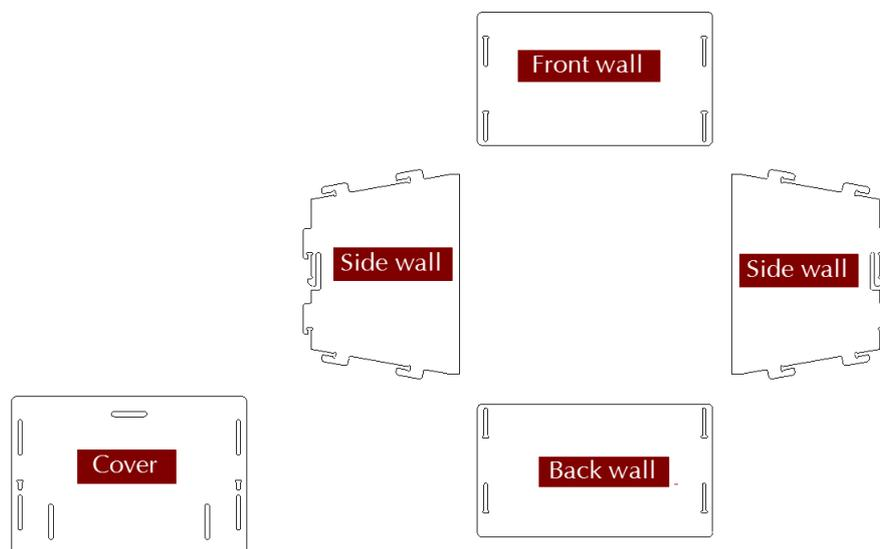
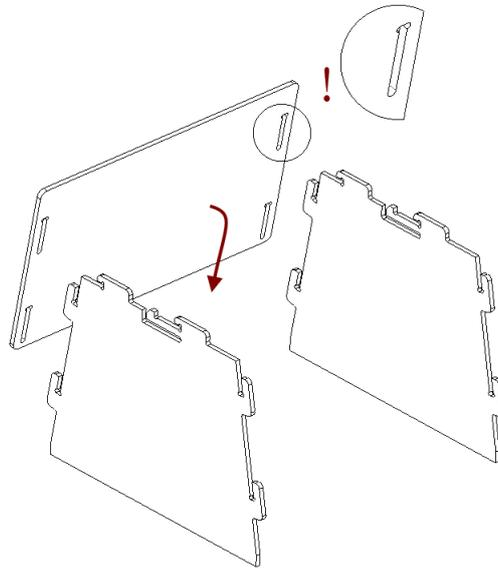
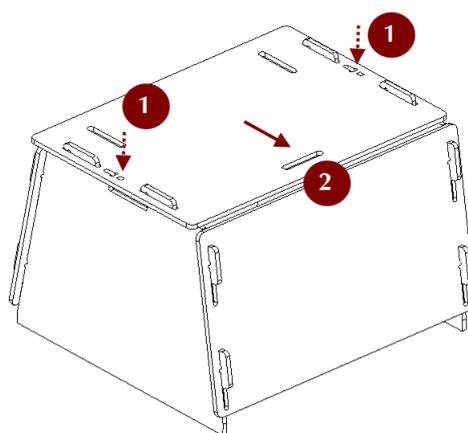

Abbildung 140: Die Teile des Scanner-Ständers.
Abbildung 141: Die Vorderwand zusammensetzen.
Abbildung 144: Die Abdeckung einrasten.
Der Scanner-Ständer wird in nicht zusammengesetztem Zustand mit Artec Spider geliefert und besteht aus fünf Teilen (siehe Abb. 140): zwei Seitenwände, eine Vorder- und eine Rückwand (diese sind jedoch identisch) und einer Abdeckung. Vor dem Zusammensetzen alle Teile wie in Abb. 140 gezeigt bereit legen. Dann die folgenden Schritte durchführen:
1. Die beiden Seitenwände in die senkrechte Stellung bringen, wie in Abb. 141 gezeigt. Unter sorgfältiger Beachtung der Orientierung des T-förmigen Schlitzes die Vorderseite mit Hilfe der beiden Haken-Paare mit den Seitenwänden verbinden. Die Vorderseite hineindrücken und nach unten bis zum Anschlag schieben. Sicherstellen, dass die drei Wände passend zueinander ausgerichtet sind.
4. Mit den Daumen gegen die T-förmigen Löcher auf der Abdeckung drücken und diese gegen die Rückwand schieben, bis ein Klickgeräusch ertönt (siehe Abb. 144).
**Bemerkung:** Zum Auseinandernehmen des Ständers die Arretierungen in den T-förmigen Schlitzes der Abdeckung (siehe Abb. 140) mit einem dünnen Gegenstand wie z.B. einem Kugelschreiber lösen. Die Schritte vom Zusammenbau in umgekehrter Reihenfolge durchführen (von Abb. 144 bis Abb. 141), die Teile dabei in entgegengesetzter Richtung bewegen.